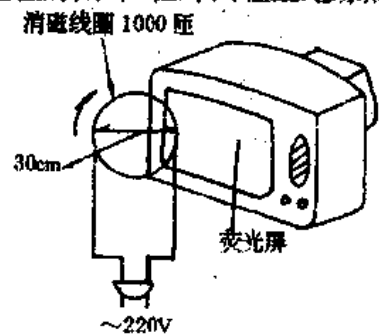

图 5-22 自制消磁线圈消磁
①用  $\Phi 0.6 \sim \Phi 0.8\text{mm}$  的漆包线绕成 1000 匝左右 30cm 直径的圆环,在外面缠上绝缘黑胶布,然后接上交流 220V 电压即可进行消磁。如图 5-22 所示,打开电视机电源,等荧光屏出现光栅后,将消磁圆环与荧光屏保持平行,然后在荧光屏前面慢慢地作圆周运动,方向保持不变,等转动几圈后边转动边慢慢地移开屏面,当移至距离电视机 2~3m 时放下圆环,切断线圈电源消磁完毕。
②取一捆 50m 或 100m 的现成塑料导线卷,把一只 150W 以上的白炽灯泡与之串联作为消磁线圈使用,此法简